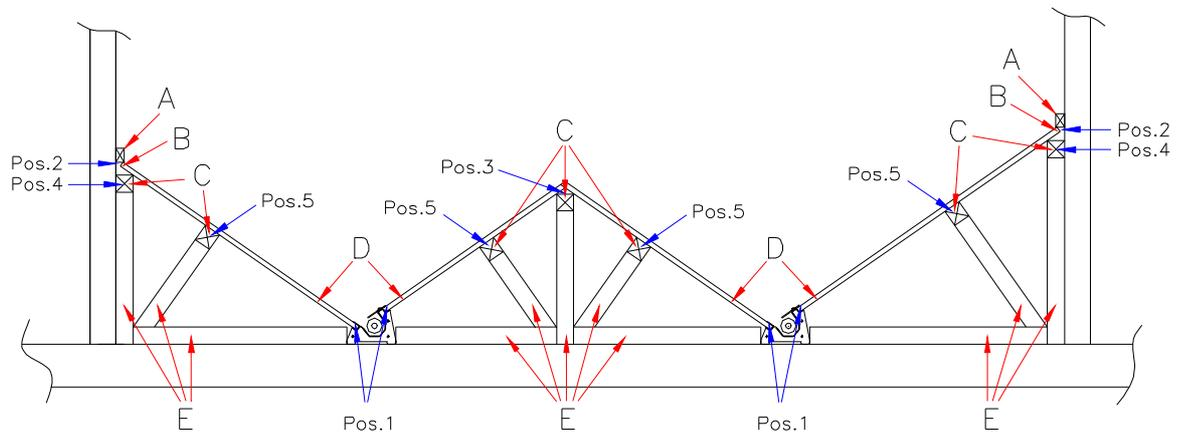

Fig.3 → Vue depuis le réducteur d'extraction vers le local de stockage ;
Veillez tenir compte de notre recommandation en Fig.3 et faites poser une structure suffisamment résistante par un professionnel. 1 m³ de granulés pèse env. 0,65 t !!!
1. Insérer une lisse ou équivalent pour marquer la descente de 35° dans la rainure pour l'habillage (pos.1) Fig.3 Reporter la hauteur qui en résulte pour la substructure, sur le mur latéral (pos.2) Fig.3 du local de stockage. Mesurer la hauteur nécessaire pour la substructure entre les vis sans fin (pos.3) Fig.3 en insérant respectivement une lisse à gauche et à droite.
2. Visser les sommiers (linteau couché) (pos.4) Fig.3 à gauche et à droite sur le mur du local, à env. 3 cm sous la hauteur de descente marquée.
3. Renforcer les sommiers (pos.4) Fig.3 sur tous les 1,5 m env. à l'aide des linteaux debout. Si l'espace entre la vis d'extraction et le mur devait être supérieur à 1,5 m, alors il faut poser des sommiers avec substructure (pos.5) Fig.3 supplémentaire.
4. Couper les habillages (D) Fig.3 à gauche et à droite de la vis d'extraction par rapport au mur sur env. 3 cm et les monter de manière à ce qu'il reste une petite fente (pos.2) Fig.3 entre eux et le mur. Réalise l'habillage entre la vis d'extraction de la même manière que sur notre recommandation en Fig. 3.
5. Ne pas visser fermement chaque planche mais visser une latte (A) Fig.3 en travers du mur, sur toutes les planches.